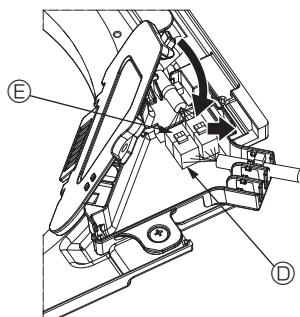

Fig. 6-10
- 3 После размещения проводов в коннекторную коробку закройте крышку коробки. Убедитесь, что вы не зажали провода. (Fig. 6-10)